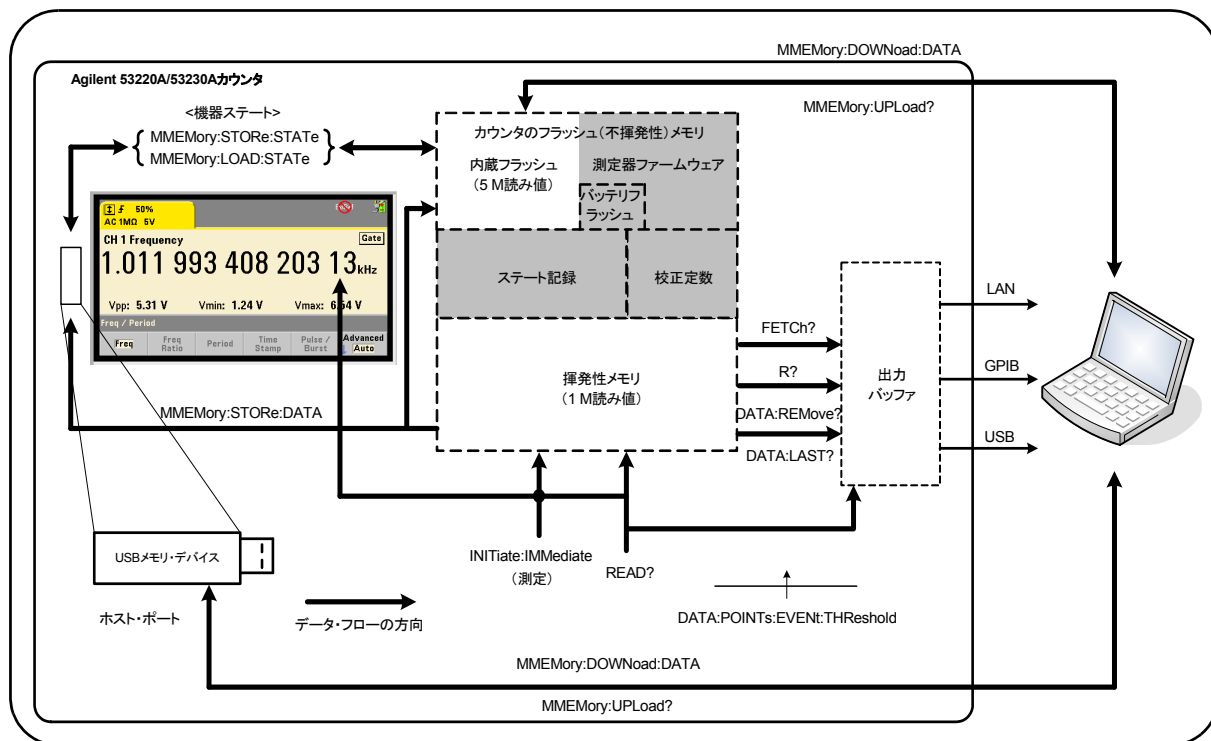

図7-1. 53220A/53230Aカウンタ内部のデータ・フロー。
カウンタ内部の測定データ・フローの概要を、図7-1に示します。
フロント・パネルまたはI/Oインタフェースから取得したカウンタ測定値は、図7-1に示すようにディスプレイに表示されます。ディスプレイの概要については第1章を参照してください。
すべてのカウンタ測定値は、表示される他に、カウンタの**揮発性読み値メモリ**に記録されます（図7-1）。メモリ容量は読み値1,000,000個分です。読み値メモリには次の性質があります。
出力バッファにあるデータは、LAN、USB、GPIBを通じてPCから読み取れます (図7-1)。次のセクションでは、読み値をメモリからバッファに転送する方法を示します。転送中に出力バッファがいっぱいになった場合、読み値をPCに取り出してバッファに空きができるまで、コマンド実行は休止します。読み値が失われることはありません。
**READ?** : INITiate:IMMediateの直後にFETCh?を実行するのと同じ。READ?を使用する場合、TRIGger:COUNTとSAMPle:COUNTで指定された**すべての**読み値が測定されてメモリ中に入ると、読み値はただちに**出力バッファ**に読み取られます (図7-1)。